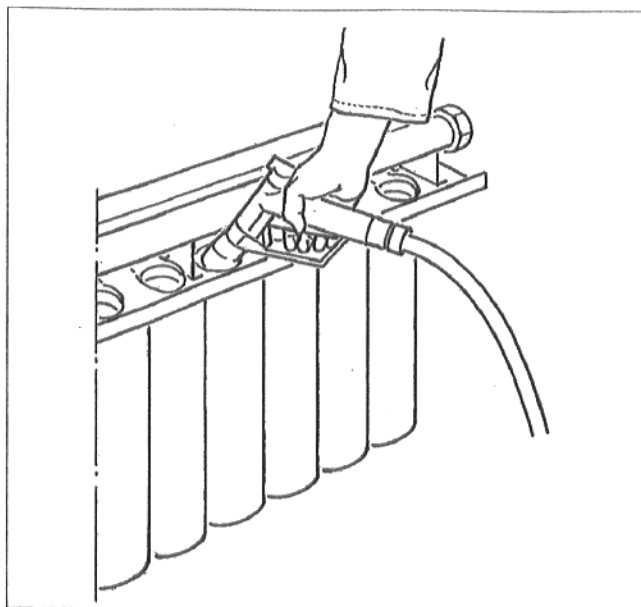

Fig. 16a
- Arzătorul cu gaze se va așeza pe barele de ardere vertical (Fig. 16a) iar barele se vor stropi din interior cu un jet de apă, se va aștepta până când apa s-a scurs printre șlițurile arzătorului.